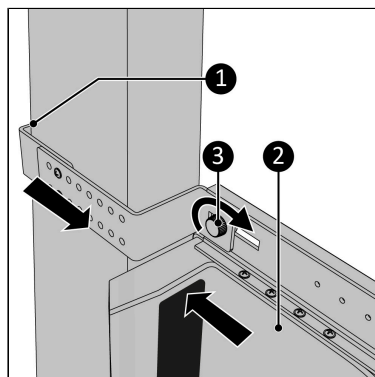

Figura 63.
9. Împingeți ferm ușa de ieșire pe rama ferestrei (Figura 63, nt. 2).
10. Trageți suportul cât mai mult posibil spre dumneavoastră (Figura 63, nt. 1) astfel încât să se fixeze corect.
11. Strângeți capacul filetat (Figura 63, nt. 3).